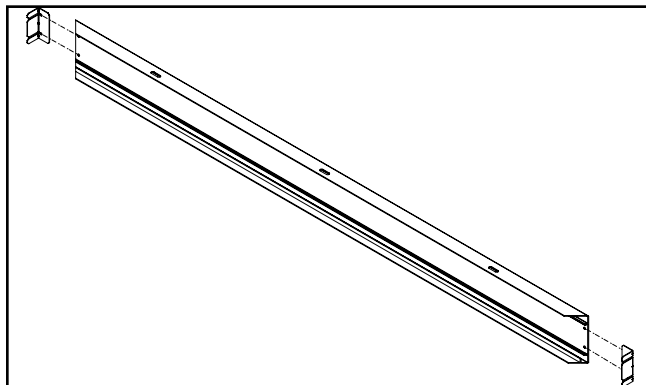

Figura 17.
- C1. Inserte los soportes en L-en la ranura a cada lado de uno de los rieles largos. (Figura 17.)